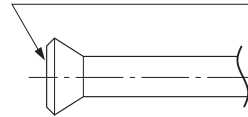

Fig. 1
- Lors de la connexion de la tuyauterie au climatiseur, veillez à utiliser une clé plate et une clé dynamométrique, comme indiqué dans la Fig. 1.